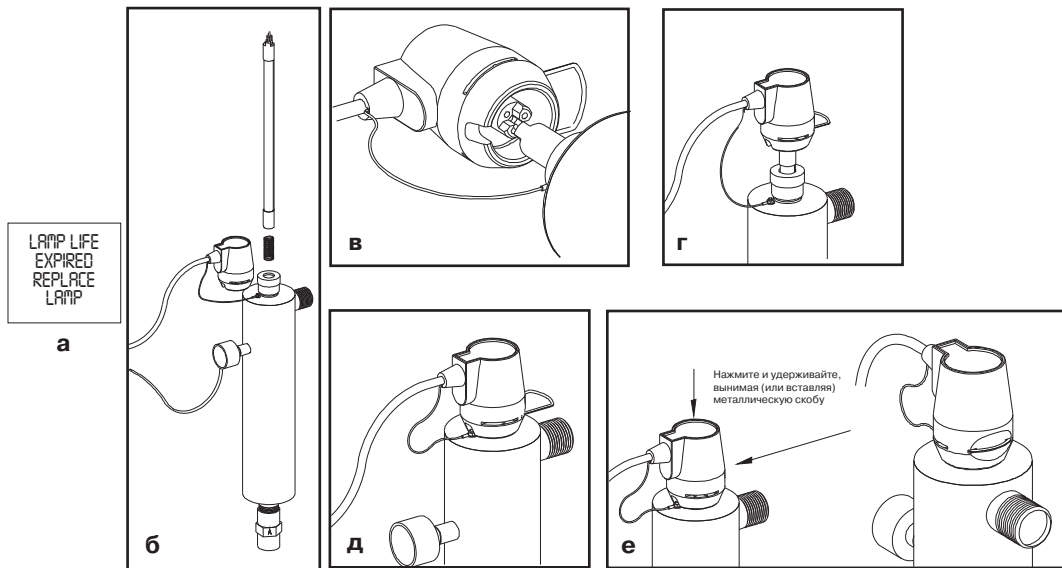

Рис. 3
1. Для замены излучателя нет необходимости отключать систему от водоснабжения и сливать воду. Замена излучателя – быстрая и простая процедура, не требующая специальных инструментов. УФ-излучатель должен меняться через 9000 часов работы (приблизительно 1 раз в год) для обеспечения дезинфекции воды. Контроллер сообщит о сроке замены излучателя (**рис. 3а**). В целях безопасности излучатель следует менять, даже если УФ-датчик определяет достаточную интенсивность излучения.
2. Отключите электропитание системы. Отключите Safety-Loc™ коннектор, выдвинув металлическую стопорную скобу (**рис. 3д**). Выдвиньте коннектор и излучатель из реактора. Отсоедините излучатель от коннектора (**рис. 3в**). Не выкручивайте излучатель, просто отсоедините его от коннектора. Не касайтесь “стеклянной” части излучателя. Предпочтительно держать излучатель за керамические изоляторы. Полностью удалите излучатель из реактора, не изгибая его, чтобы не повредить кварцевую трубку.
3. Перед установкой нового излучателя, распакуйте его, не касаясь “стеклянной” части излучателя. Осторожно вставьте излучатель внутрь кварцевой трубки, расположенной внутри реактора (**рис. 3б**). Опустите излучатель так, чтобы он выступал из корпуса реактора на 5см. Присоедините Safety-Loc™ коннектор к излучателю (**рис. 3г**).
4. Наденьте Safety-Loc™ коннектор на алюминиевую гайку. Убедитесь, что металлическая стопорная скоба выдвинута, что позволяет до конца надеть коннектор. С помощью стопорной скобы зафиксируйте коннектор (**рис. 3е**). Убедитесь, что вырез на коннекторе расположен над шпилькой крепления провода заземления (**рис. 3д**).